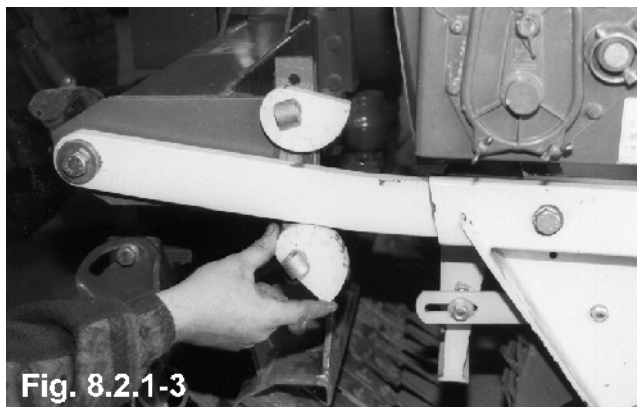

Fig. 8.2.1-3
Bij het werken moet de schudeg steeds door de wals worden gedragen, zodat een gelijkmatige werkdiepte is gewaarborgd. De werkdiepte wordt door de bovenste excentrieken van de ondersteuning (afb. 8.2.1-1) ingesteld.
- Draai de borgbouten van de excentrieken los met de slinger (afb. 8.2.1-2).
- Regel de onderste excentrieken bij totdat deze de draagarmen raken (afb. 8.2.1-3).